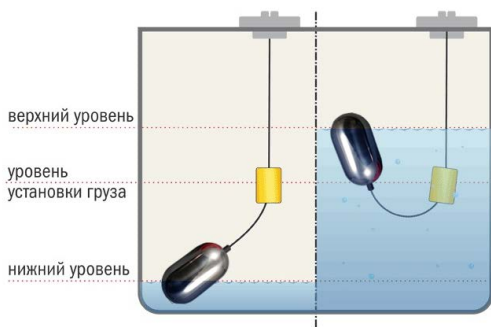

Рис. 1 – Установка выключателя
- 1.2. Длина отрезка кабеля между местом крепления (грузом) и корпусом поплавкового выключателя задает уровень срабатывания (рис. 1).